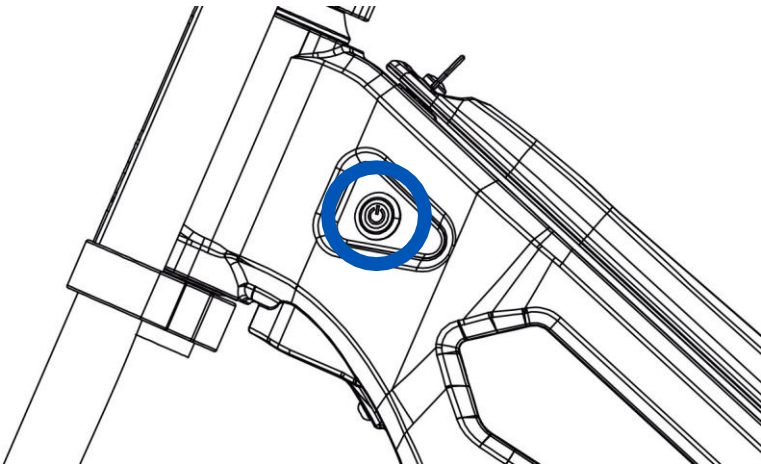

Fig. 13
- 1- Presione el botón de apagado situado en el lateral izquierdo de la parte superior del chasis (Fig. 13).